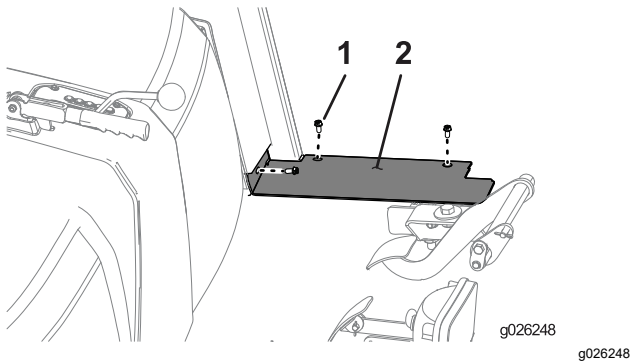

Figura 45
1. Montai panourile de podea pe fiecare parte a mainii utilizând 3 uruburi (1/4") aa cum se arată în Figura 45.